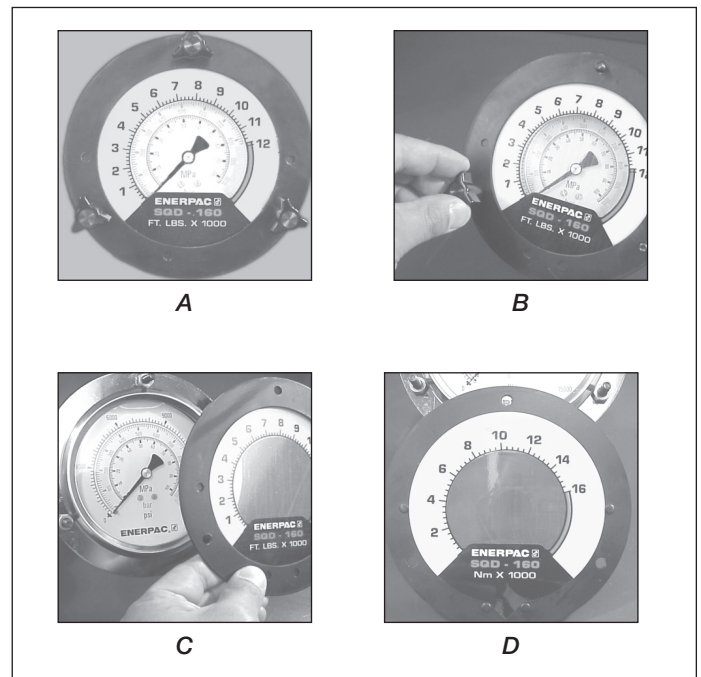

図8 オーバーレイの取り付け
ポンプには、圧力計が付属されています。また、トルク値表示オーバーレイも各ポンプに付属しています。トルクオーバーレイを圧力計の目盛面にかぶせるだけで、圧力読み取りとトルク読み取りを簡単に切り替えることができます(図8のA参照)。オーバーレイの一方の面はヤードポンド単位(Ft.-lbs)、片方の面はメートル単位(Nm)を表示するようになっています。オーバーレイカバーを裏返して、目盛の単位を変更できます。
1. 圧力計の正面フランジを所定の位置に保持している3つの黒いウイングノブを外します(図8のB参照)。
2. 正面フランジとオーバーレイを取り外します(図8のC参照)。
3. 新しいオーバーレイをフランジにかぶせます(ご使用のEnerpacトルクレンチに適したオーバーレイが必ず確認してください)。オーバーレイをフランジの裏にあるくぼみに合わせます(図8のD参照)。
4. オーバーレイとフランジを重ねて持ちながら(図8のC参照)、フランジをノブスタッドに入れます。必要に応じて、オーバーレイの位置を調整して、ノブを指で締めます(図8のB参照)。フランジとオーバーレイが圧力計に押し付けられ、定位置に固定されます。トルク設定に必要な圧力値については、トルクレンチの説明書を参照してください。最大圧力値はレンチやアクセサリの種類によって異なりますので、ご注意ください。